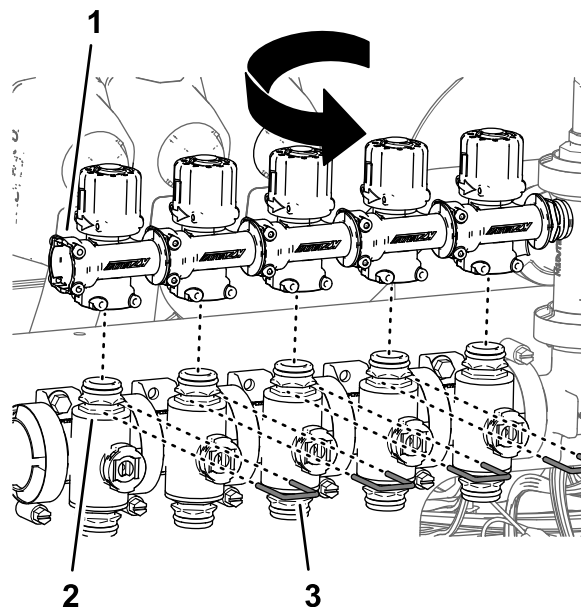

Figura 100
6. Rode as válvulas de distribuição 180° e monte-as nas uniões de desligação rápida das válvulas de secção (**Figura 100**).
7. Prenda as válvulas de distribuição nas válvulas de secção com os retentores (**Figura 100**) que removeu no passo 4.
9. Monte as tampas nas uniões de desligação rápida da válvula do bico 5 e válvula do bico 6 com os retentores fornecidos com as tampas (Figura 100).